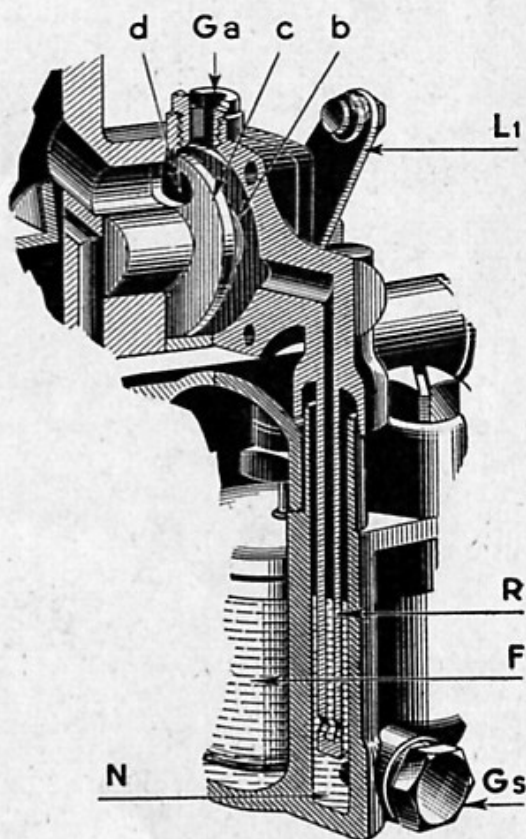

Fig. 26. — Le starter.
Le starter SOLEX comporte deux éléments de réglages : le gicleur d'essence (Gs) et le gicleur d'air (Ga) (voir fig. 26). Le gicleur d'essence (Gs) alimente une capacité (N) qui est à l'air libre et dans laquelle vient plonger un tube (R). Lorsque le starter est en circuit, la dépression du moteur s'exerce par la chambre (b) et le tube (R) sur la réserve contenue dans la capacité (N), mais elle est sans action sur le débit du gicleur (Gs) qui reste constant.
Dans ce cas, la mise en circuit et la fermeture du starter s'obtient en faisant tourner une plaque appelée **glace de starter** (c) fig. 26. Cette rotation est commandée par une tirette placée sur la planche de bord et manœuvrable au gré du conducteur. Avec le starter simple, la tirette doit être tirée à fond ou fermée complètement et il ne faut jamais utiliser les positions intermédiaires.